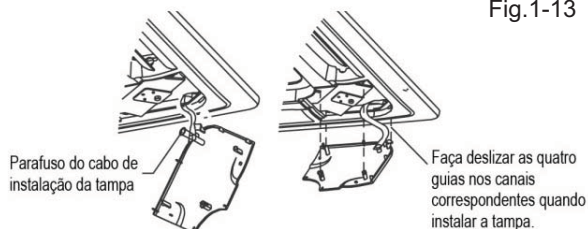

Fig. 1-14
- Aperte o fio de instalação no parafuso da tampa de instalação. (Consulte a Fig. 1-14- à esquerda)
- Pressione ligeiramente a tampa de instalação no painel. (Consulte a Fig. 1-14- à direita)